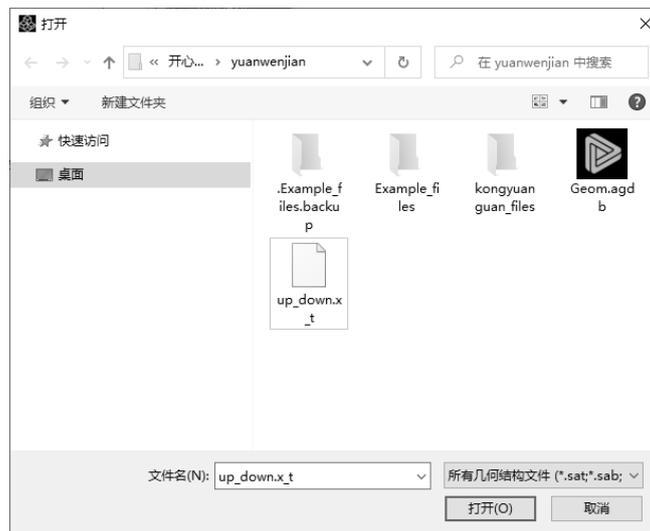

图 2-4 “打开”对话框
(2) 右击系统 A 中的 A2 “几何结构”栏 ，在弹出的快捷菜单中选择“导入几何模型”→“浏览”命令，系统弹出如图 2-4 所示的“打开”对话框。